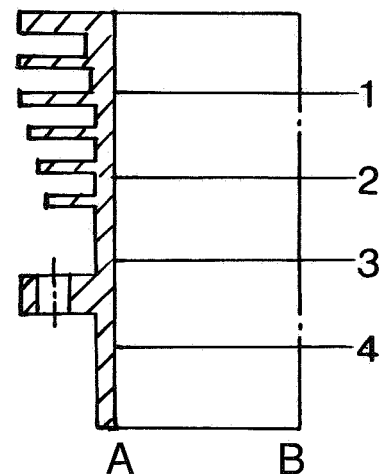

Abb. 18
- c) Determine the cylinder diameter at set points (see fig. 18) and compare with table on page 42.
Measure at four points in longitudinal direction "A" and four points at 90° to the longitudinal direction of the crankshaft "B". (see fig. 18).
- c) Déterminer les points de mesure selon la figure 18 de droite et les comparer avec le tableau de la page 42.
- c) Meßpunkte gemäß nebenstehender Abb. 18 ermitteln und mit Toleranztabelle auf Seite 43 vergleichen.
Jeweils vier Punkte in Kurbelwellenlängsrichtung "A" und vier Punkte quer zur Kurbelwellenlängsrichtung "B" ausmessen. (Siehe Abb. 18).